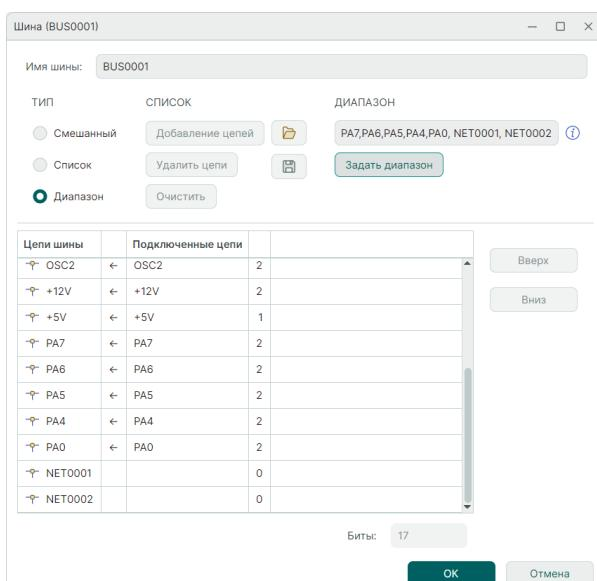

Рис. 171 Отображение списка созданных
4. Зафиксируйте список цепей, нажав кнопку «OK», см. Рис. 171.